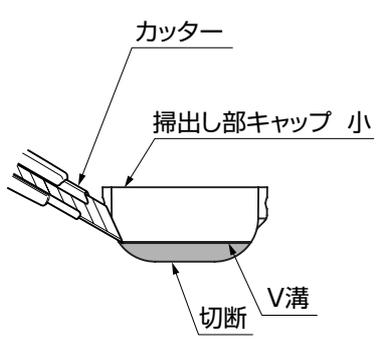

図7-4
②掃出し部キャップ小の下側をV溝に沿ってカッター等で切取ってください。(図7-4参照)